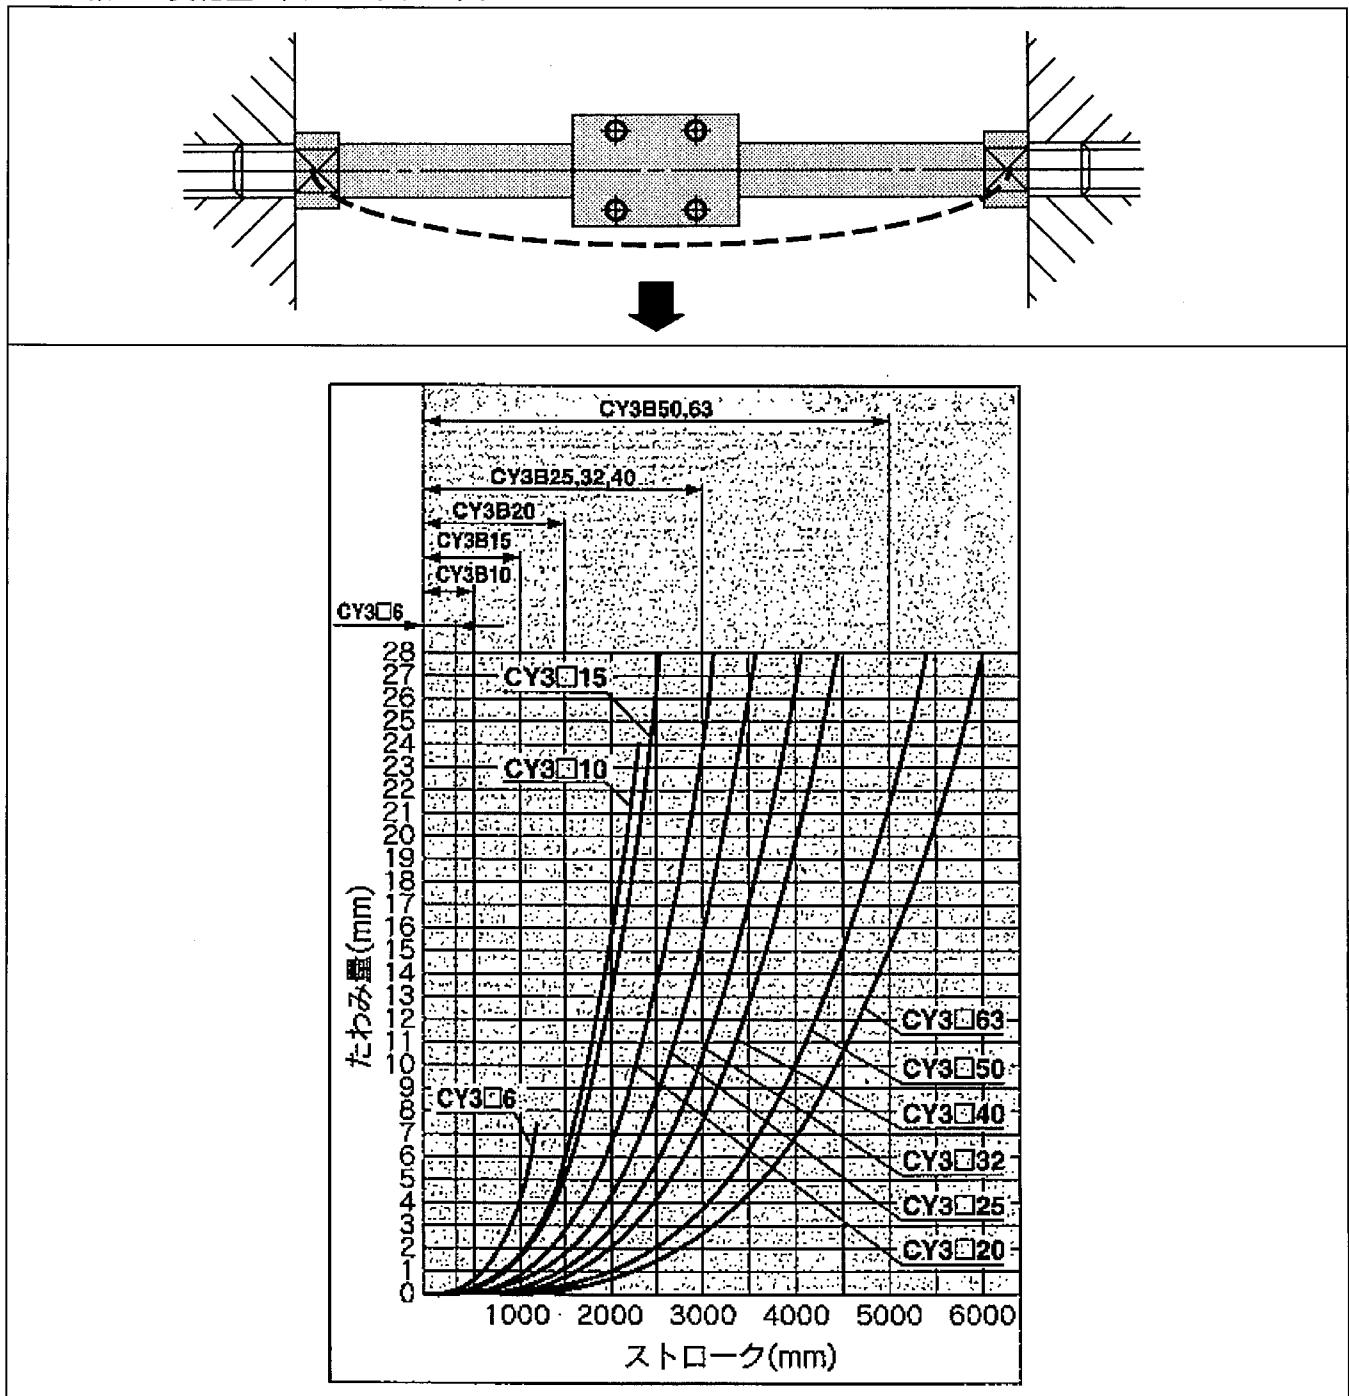

図2. ロッドレスシリンダの自重たわみ
- I-a) シリンダは、自重により図2のようにたわみを生じます。よって、ストロークが長くなる程、軸心の変化量が大きくなります。